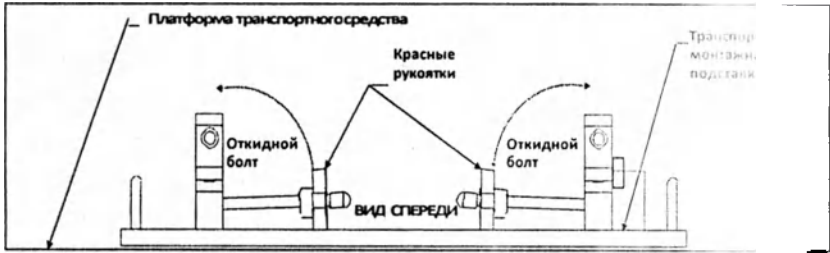

Рис. 5-8 Стыковочная станция
4. Передвиньте откидные болты в позицию, показанную на Рис. 5-8. Поверните красные рукоятки по часовой стрелке до полного закрытия зазоров и ощущения внезапного увеличения сопротивления.